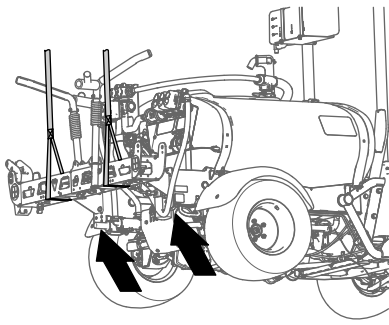

Figura 45
2. Sujete la sección de fumigación central con un equipo de izado de la capacidad especificada (Figura 45).